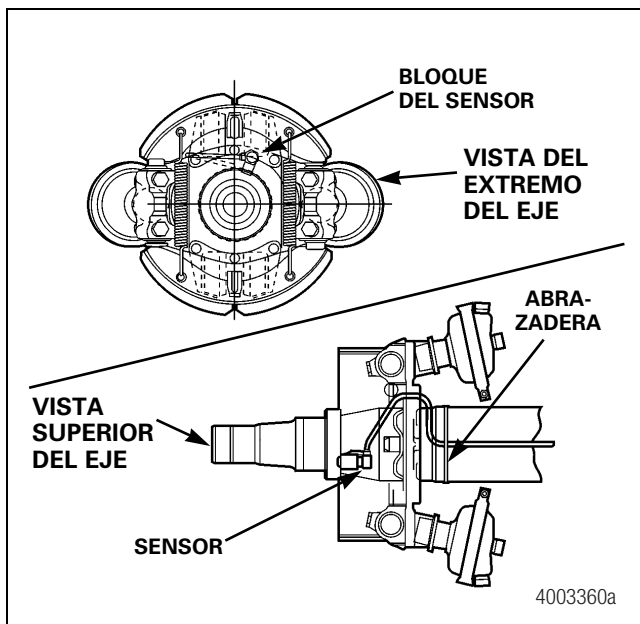

Figura 13.15
5. Encamine de la manera siguiente los cables del ABS en ejes equipados con frenos de cuña. Figura 13.15.